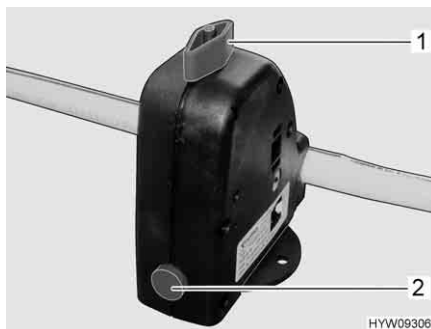

Fig. 159 Valvola di sicurezza/di scarico (Truma)
- Se il boiler è dotato di una valvola di sicurezza/di scarico, chiudere la valvola di sicurezza/di scarico. A tal fine ruotare la manopola (Fig. 159,1) verticalmente rispetto alla valvola di sicurezza/di scarico e premere il bottone automatico (Fig. 159,2).